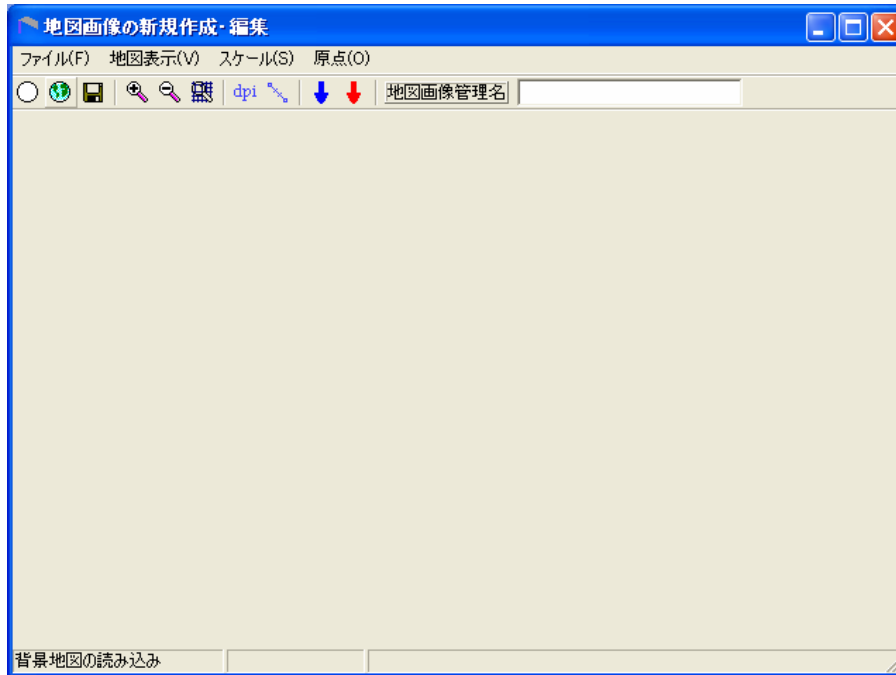
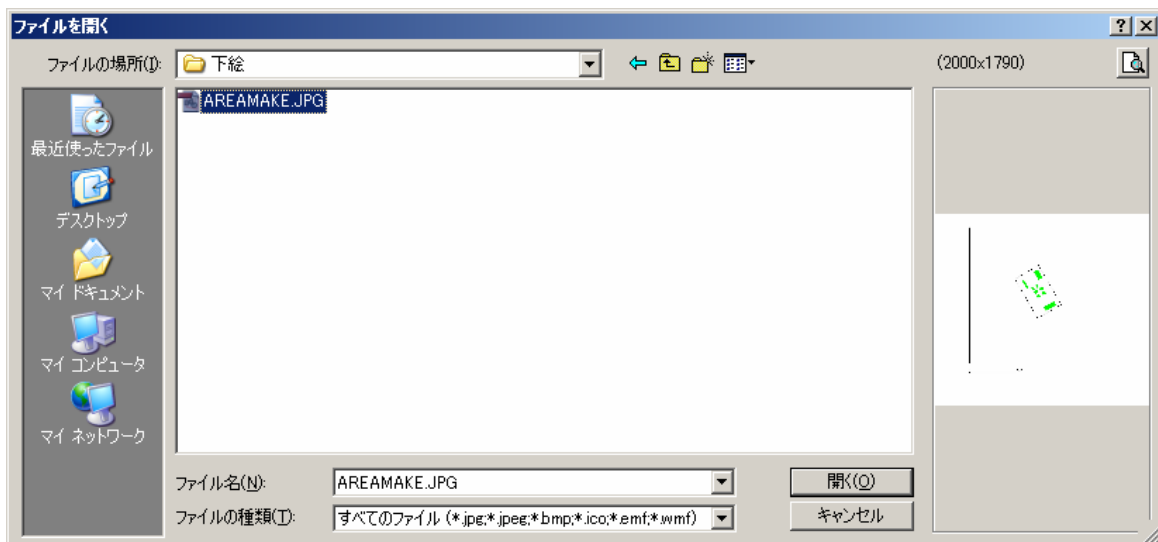

図 6.5-8 地図画像の新規作成・編集 画面
図 6.5-9 地図画像ファイルの選択(Windows)
- 1) 図 6.5-8 で  を押して、ファイル選択画面から背景となる地図を選択します(図 6.5-9)。